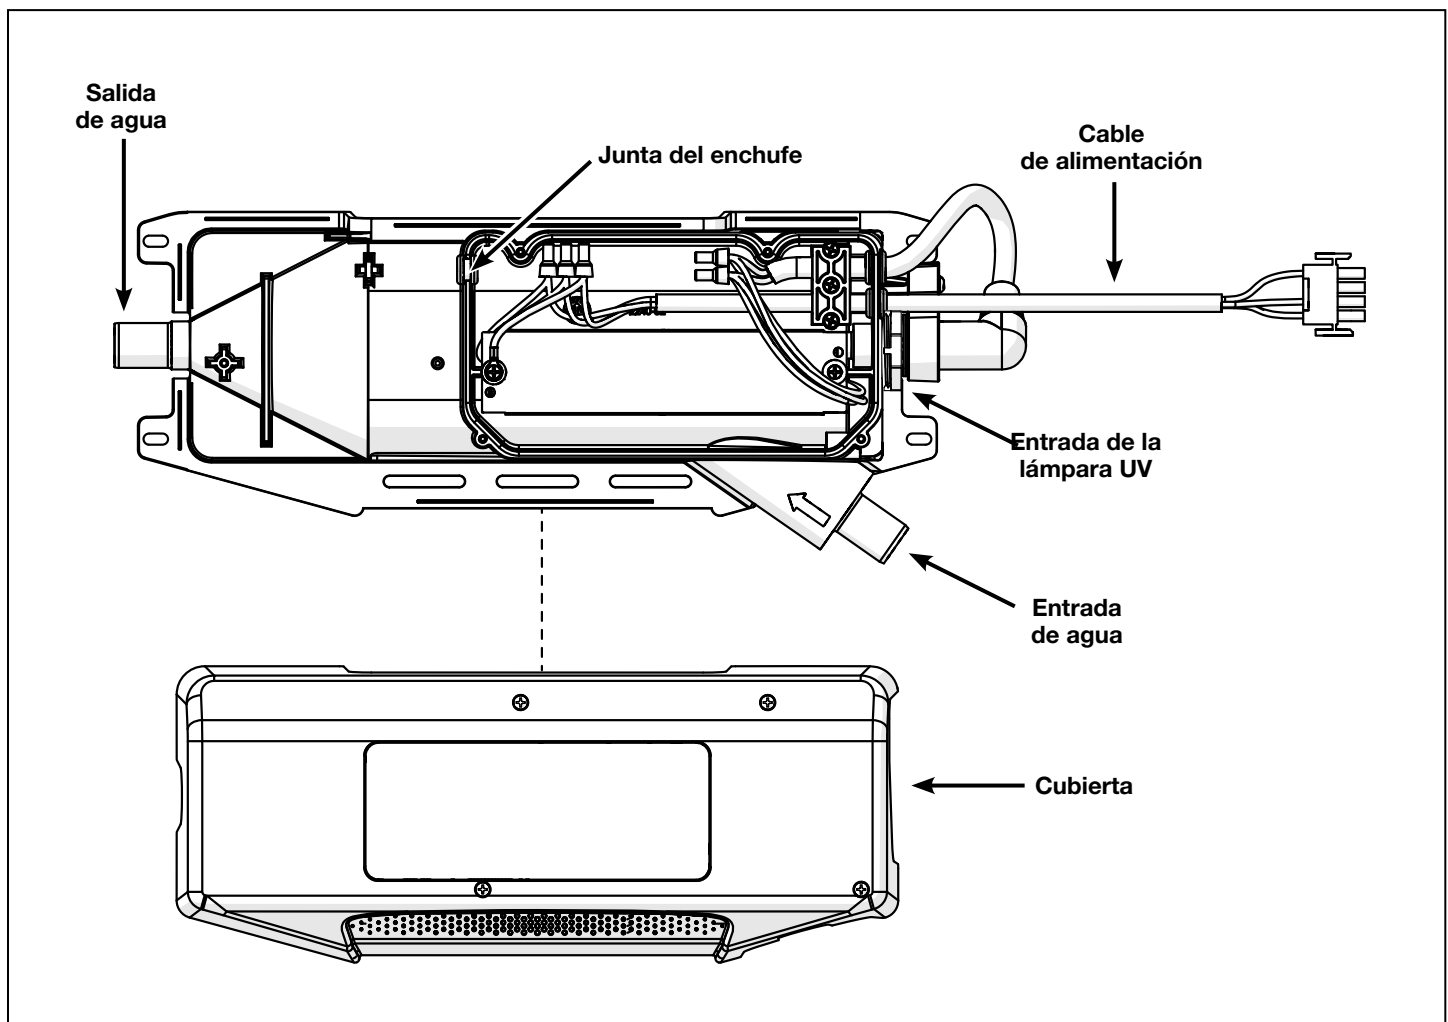

Figura 1. Componentes de DEL UV-C Spa 2
- Para actividades de mantenimiento DEL UV-C Spa 2 que requieran quitar la cubierta, asegúrese de que la junta del cable de alimentación Ozone esté colocada correctamente cuando vuelva a poner la cubierta. Ver figura 1.